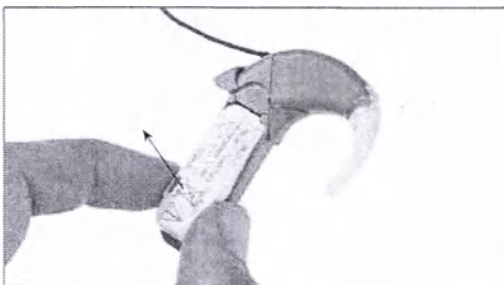

Рис. 11 Удаление аккумулятора DaСаро из блока питания аккумуляторного DaСаро
2. Возьмите аккумулятор DaСаро большим и указательным пальцами, потяните его заднюю часть (см. рис. 11) из выступающих уголков блока питания наружу и извлеките аккумулятор DaСаро.